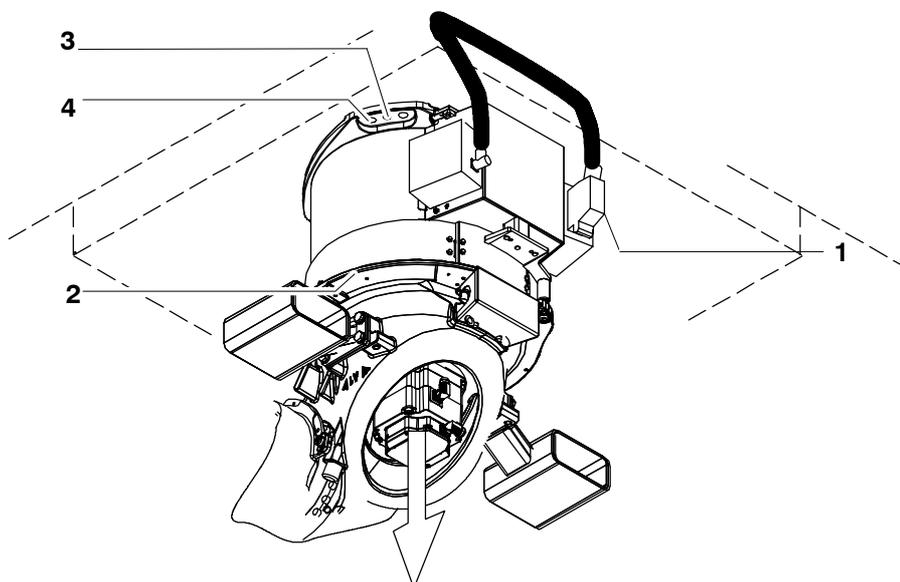

Fig. 70 Démontage du robot monté au plafond
- (3) Desserrer et retirer tous les connecteurs du coffret de raccordement (Fig. 70/1).
- (4) Le cas échéant, démonter les câbles électriques et les flexibles aux deux interfaces de l'alimentation en énergie A1 ainsi que les autres câbles de périphérie du manipulateur.